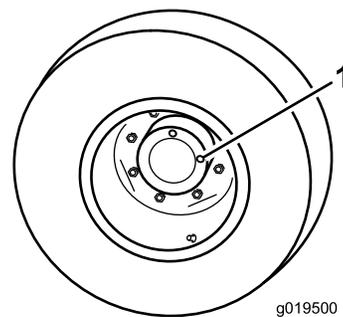

Bild 71
1. Stellen Sie die Maschine auf eine ebene Fläche und positionieren Sie das Rad so, dass eine Prüfschraube (Bild 71) auf 12 Uhr und die andere auf 3 Uhr steht.
1. Prüf-/Ablassschraube (2)
2. Entfernen Sie die Schraube, die auf 3 Uhr steht (Bild 71).